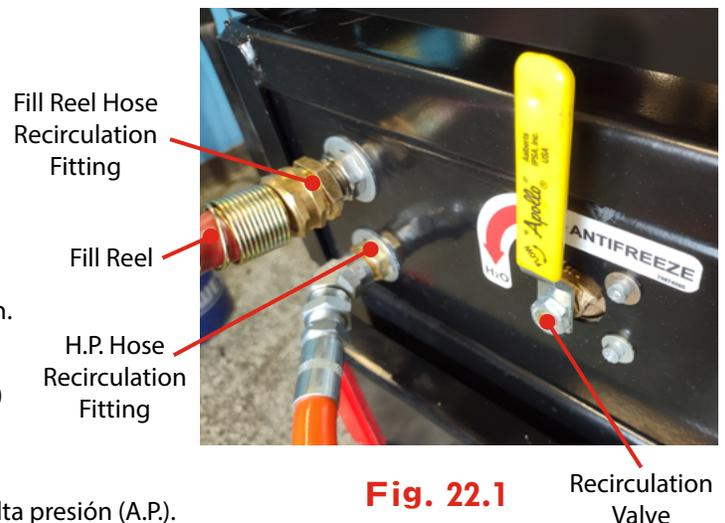

Fig. 22.1
4. Mueva la válvula de recirculación a "Anticongelante" (Fig. 22.1)
3. Asegúrese de que la manguera de llenado y la manguera de A.P. estén conectadas a sus respectivos accesorios de recirculación (Fig. 22.1).
4. Confirme que la válvula selectora de recirculación esté configurada como "Anticongelante" (Fig. 22.1) y que la válvula del carrete de llenado esté abierta (Fig. 23.1).
5. Mueva la válvula selectora a "Tanque de agua" (Fig. 22-1).